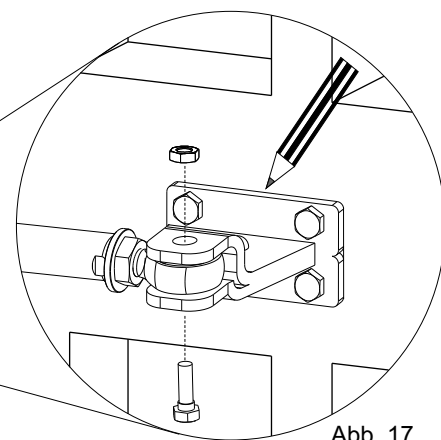

Abb. 17
- 3) Den Schaft auf der Vorderbefestigung anbringen (Abb. 17)